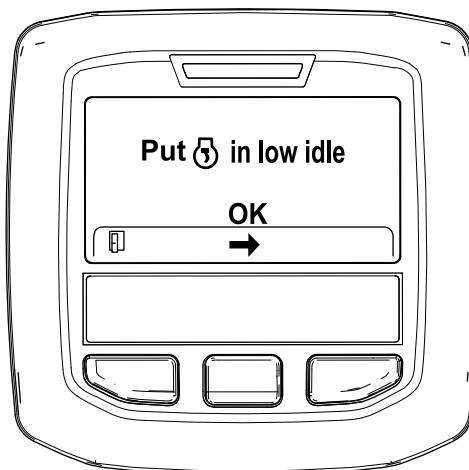

Рисунок 46
6. Переведите дроссельную заслонку в положение МАЛОЙ ЧАСТОТЫ ВРАЩЕНИЯ холостого хода и нажмите среднюю кнопку (Рисунок 46).